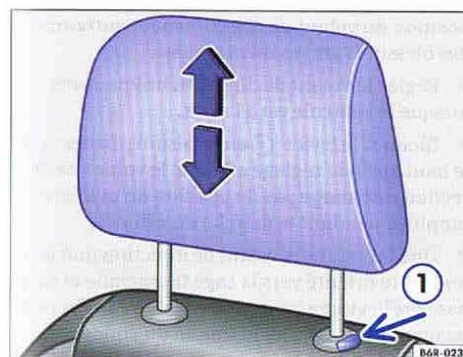
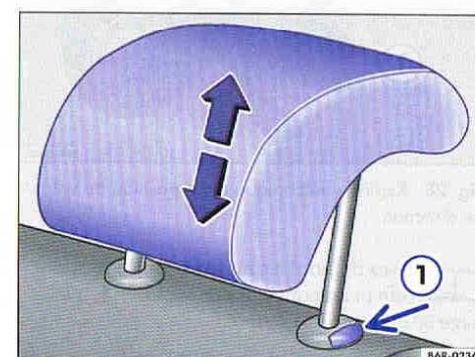

Fig. 26 Réglage ou dépose de l'appuie-tête avant.
Fig. 27 Réglage ou dépose de l'appuie-tête arrière
- Déplacez l'appuie-tête dans le sens de la flèche vers le haut ou, en maintenant la touche ① ⇒ page 53, fig. 26 ou ⇒ page 53, fig. 27 enfoncée, vers le bas ⇒ ⚠.
- Retirez entièrement l'appuie-tête en appuyant sur la touche ① ⇒ page 53, fig. 26 ou ⇒ page 53, fig. 27.
- Déplacez vers le bas l'appuie-tête en appuyant sur la touche ① ⇒ page 53, fig. 26 ou ⇒ page 53, fig. 27.